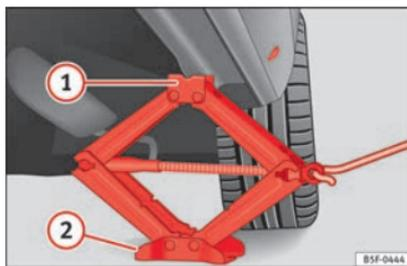

Fig. 75 Longherone: posizionamento del cric del veicolo.
- Ruotare il cric*, posto sotto il punto di appoggio del longherone, e sollevarlo finché la linguetta **1** » » » **fig. 75** non avrà raggiunto l'alloggiamento previsto.